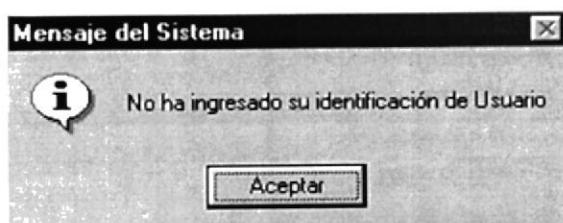

Figura 4.6 Mensaje de información de identificación
11. Cuando el usuario no ingresa la identificación y la clave, el sistema SCT emitirá el siguiente mensaje (ver figura 4.6)